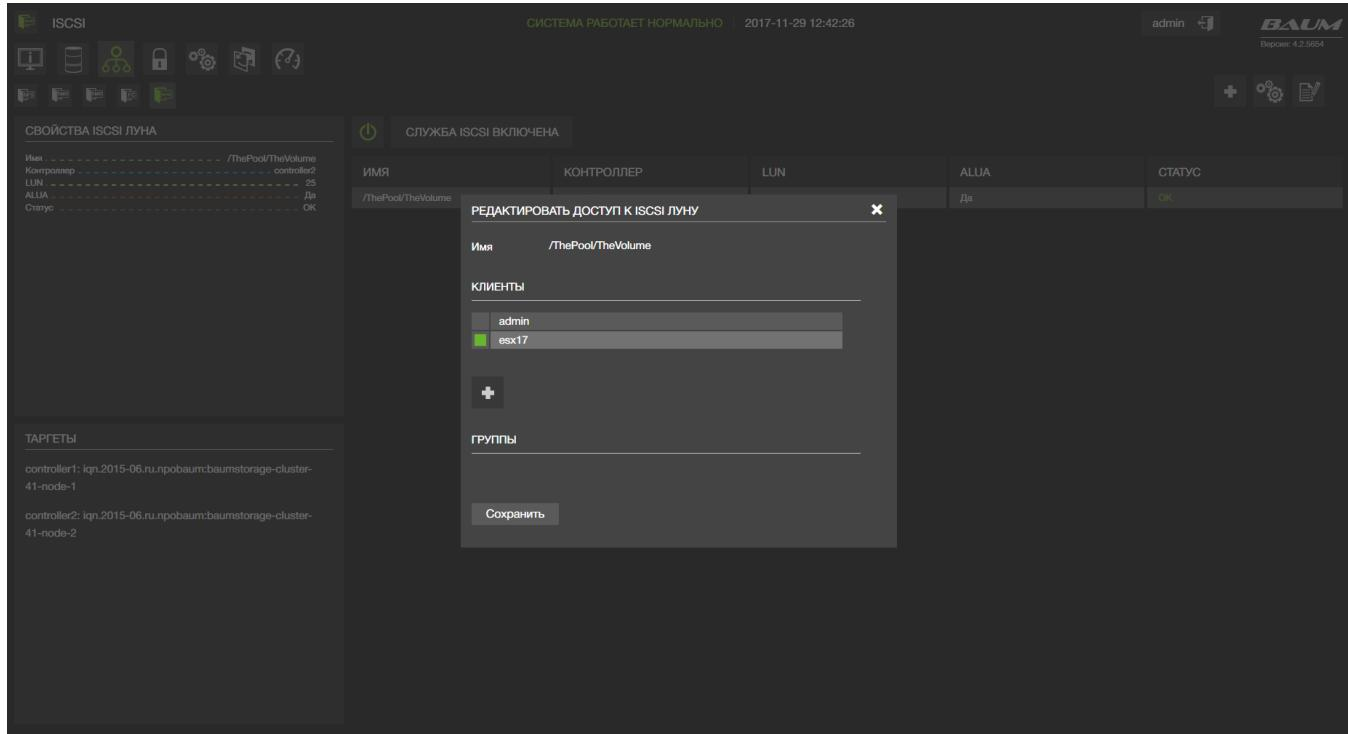

Рисунок 52 – Доступ к iSCSI LUN
- 1) Выбрать iSCSI лун (см. Рисунок 52)
- 2) Нажать на кнопку «Редактировать доступ» в окне «Действия» (см. Рисунок 52).